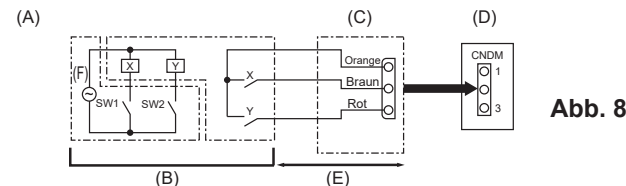

Abb. 8
8.1. Lärmschutzmodus (Veränderung vor Ort) (Abb. 8)
8.2. Anforderungsfunktion (Veränderung vor Ort) (Abb. 8)